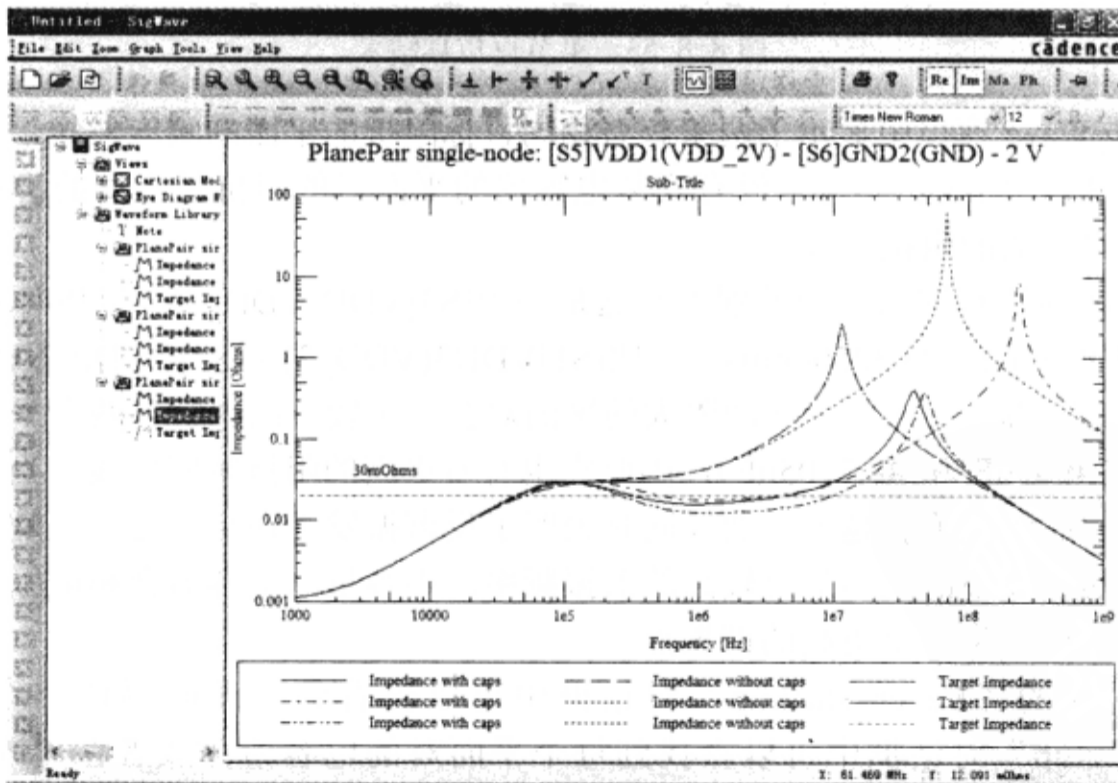

图 8-8-55 单节点仿真结果
(5) 单击“Single Node Simulation”按钮，这时会在 SigWave 窗口中显示分析结果，[S1]VDD3(VDD\_3) - [S2]GND(GND) - 3V 平面对的分析结果，[S3]VDD(VDD\_3V) - [S4]GND1(GND) - 3V 平面对的分析结果，[S5]VDD1(VDD\_2V) - [S6]GND2(GND) - 2V 平面对的分析结果将会在同一窗口中显示，如图 8-8-55 所示。
在图 8-8-55 中显示了所有 3 个平面对应的响应曲线，[S5]VDD1(VDD\_2V) - [S6]GND2(GND) - 2V 平面对分析的响应曲线和[S1]VDD3(VDD\_3) - [S2]GND(GND) - 3V 平面对分析的